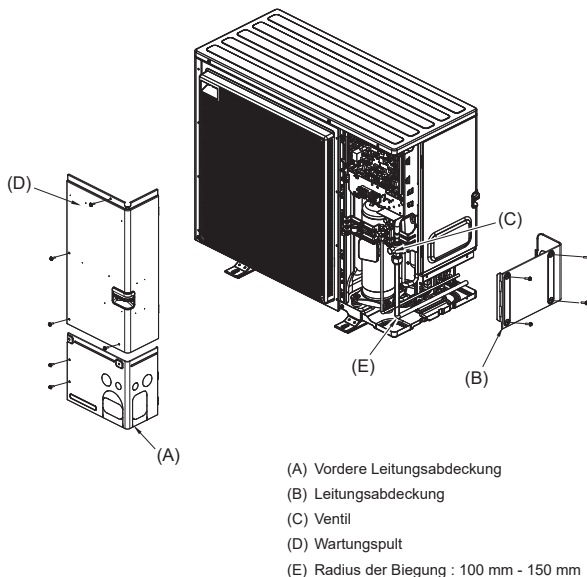

Abb. 4-3
4.3. Kältemittelrohrleitung (Abb. 4-3)
- Das Wartungspult (D) (4 Schrauben) und die vordere Leitungsabdeckung (A) (2 Schrauben) sowie die rückwärtige Leitungsabdeckung (B) (4 Schrauben) abnehmen.